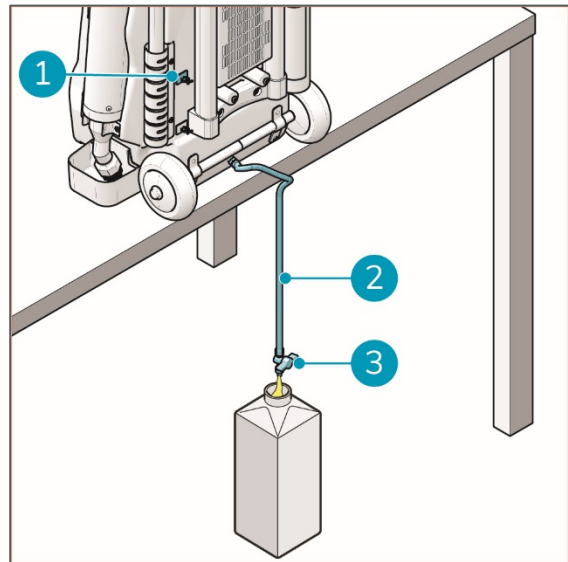

Abbildung 27
2. Lösen Sie den Ablaufschlauch (Abb. 27, Pos. 2) aus den Clips (Abb. 27, Pos. 1).
5. Öffnen Sie den Hahn (Abb. 27, Pos. 3).
6. Schließen Sie den Hahn, nachdem die Flüssigkeit abgelaufen ist (Abb. 27, Pos. 3).
8. Bringen Sie den Ablaufschlauch (Abb. 27, Pos. 2) wieder an den Clips an (Abb. 27, Pos. 1).